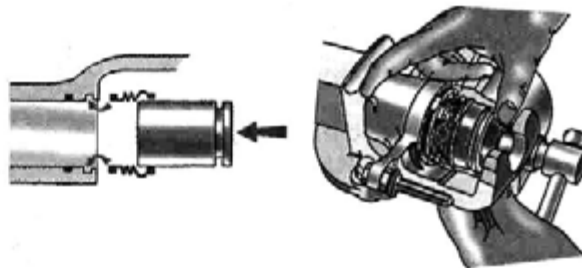

Рис. 7.18. Сборка корпуса тормозной скобы
- смазать жидкостью НГ-213 рабочую поверхность поршня и чехла и установить последний на поршень (рис. 7.18). Не смещая с конца поршня чехол, заправить его в канавку корпуса;